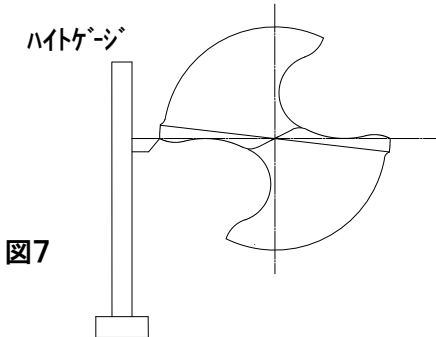

図7
- ドリルの位相は、先端側からみて両切刃の肩部を結ぶ線が水平になるように(図 7)ハイトゲージ等を用いて合わせます。